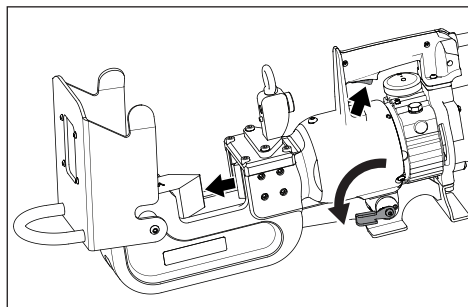

Figura 7, Avanzar pistón
- Mientras mantiene la palanca direccional en la posición 1, pulse y mantenga pulsado el gatillo para que avance el pistón y se deslice la cuchilla móvil hacia adelante. Véase Figura 7.